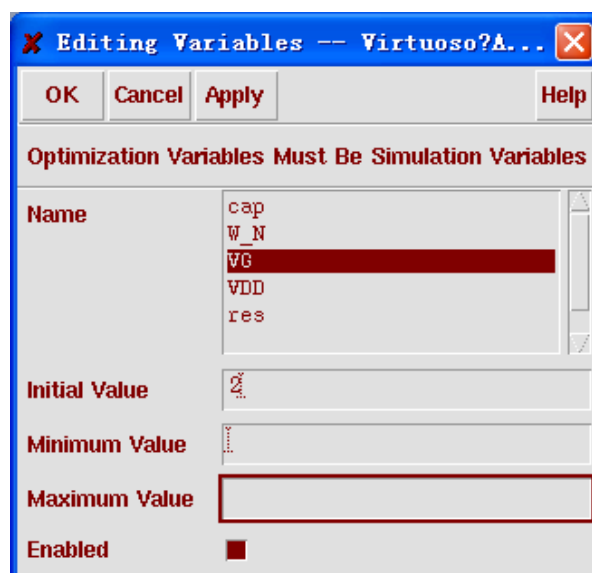

图 11.26 选择另一个变量“VG”
- 3) 因为是编辑已有的设计变量，因此在“Name”栏中被编辑的设计变量名称已经是高亮的。如果在“Name”中选择另外一个设计变量，那么将会添加一个新的设计变量到优化中。例如图 11.26 中显示，在“Name”栏中选择“VG”。